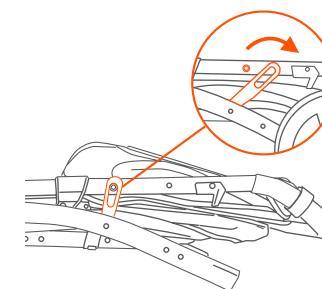

Fig. 1a
1) • Release the fold latch (Fig. 1a).
- Suelte el pestillo para plegar (Fig. 1a).
- Déverrouillez le levier de desserrage (Fig. 1a).